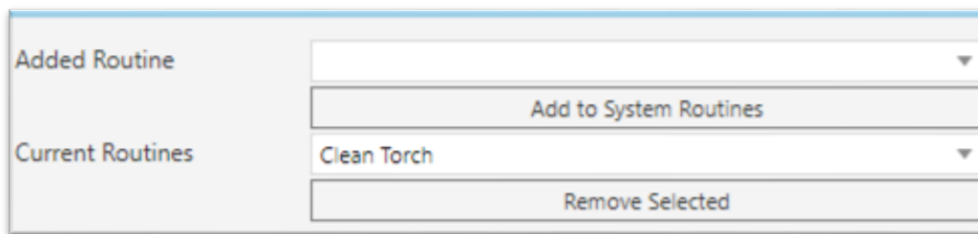

Рисунок 99 – Системные процедуры
– **Системные процедуры:** Определите подпрограмму как системную процедуру, чтобы вы могли моделировать движения робота, но код для этой подпрограммы не переводится (рис.99).